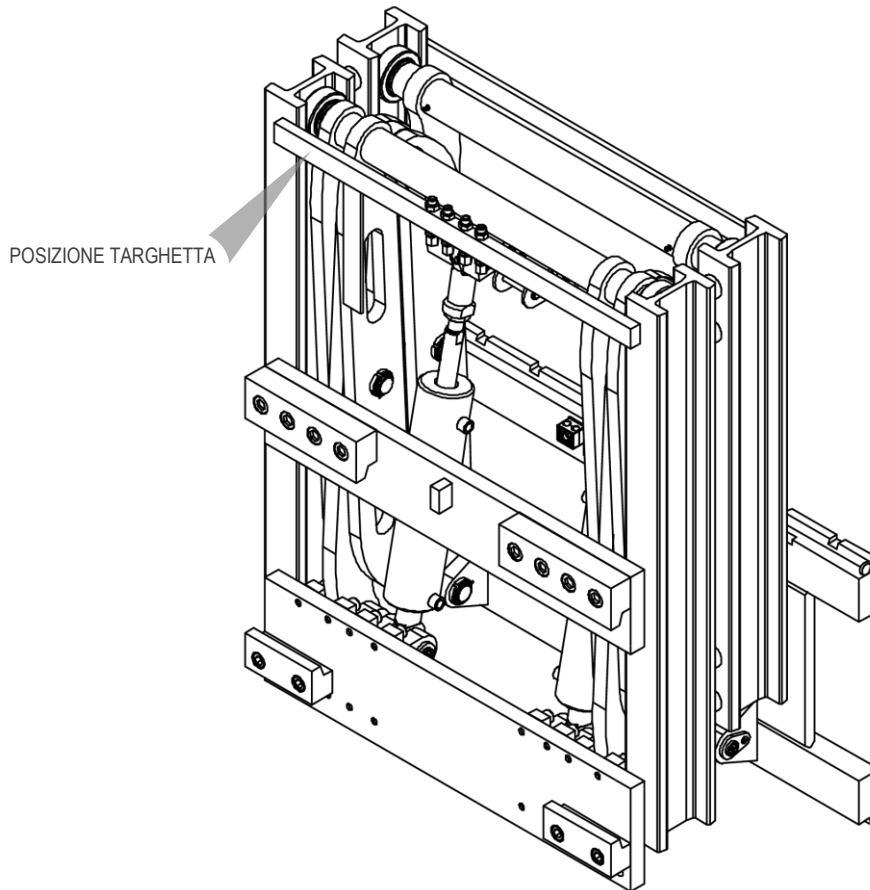

Figura 1
Tutte le attrezzature A.T.I.B. - “ESTENSORE FORCHE TIPO 600” vengono identificate mediante targhetta adesiva (vedi *Tabella 1*) posizionata sull’attrezzatura (vedi *Figura 1*, la posizione della targhetta è identificativa potrebbe variare in funzione dell’attrezzatura). Fare sempre riferimento al numero di matricola.
5. Per la movimentazione utilizzare cinghie o catene opportunamente dimensionate rispetto al peso dell'attrezzatura indicato in targhetta (vedi *Figura 1* e *Tabella 1* a pag.5).
9. Collegare il circuito idraulico, assicurandosi che la pressione di esercizio delle tubazioni sia superiore o uguale a quella indicata sulla targhetta di identificazione (vedi *Figura 1* e la *Tabella 1* a pag.5).